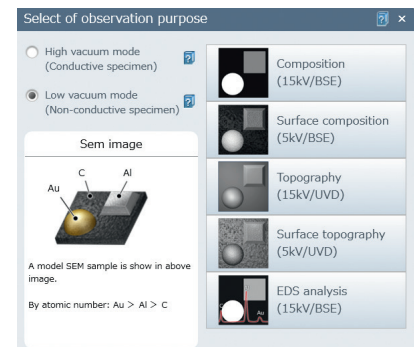

Abb. 3
- 1) Für Beginner lässt sich die Softwareoberfläche bis auf einige wenige Buttons wie „Auto Fokus“, „Auto Helligkeit/Kontrast“, „Kathodenstart“ und „Select of observation purpose“ vereinfachen. Mit Letzterem ist es möglich, zwischen den Voreinstellungen „Hochvakuum“ und „Niedervakuum“ sowie fünf verschiedenen, für den jeweiligen Zweck optimierten, Sets von Elektronenoptikparametern zu arbeiten (Abb. 3). Man wählt also z.B., ob man
Abb. 3: Der sog. Sonnenturm der Sternwarte Meckesheim: Mit den beiden Teleskopen auf der rechten Seite können Übersichtsbilder der Sonne im Bereich 535-545 nm und im Licht der H α -Linie sowie im Licht der Ca K-Linie bei 393,4 nm aufgenommen werden. Die drei Refraktoren auf der linken Seite sind mit QUARK-Okularfilter ausgestattet und ermöglichen simultane Aufnahmen im Licht von H α (656,3 nm), Na D2 (589,0 nm) und Mg I b2 (517,3 nm). Der Einsatz verschiedener Filter erlaubt u.a. die Untersuchung spezieller solarer Phänomene in verschiedenen Entwicklungsstadien.
Abb. 3 zeigt den sog. Sonnenturm der Sternwarte: Einen Aufbau von fünf Sonnenteleסקopen mit den es möglich ist, simultan in vier verschiede-